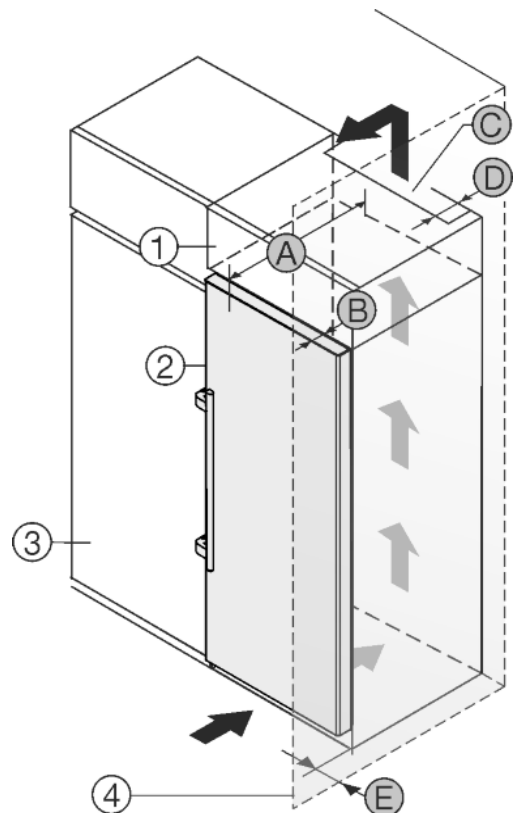

Fig. 23
Устройство может быть окружено кухонными шкафами. Чтобы уравнять устройство *Fig. 23 (2)* по высоте с кухонной стенкой, можно установить над устройством дополнительный шкафчик *Fig. 23 (1)*.
Установить устройство можно непосредственно рядом с кухонным шкафом *Fig. 23 (3)*. Чтобы можно было полностью открыть двери, устройство должно выступать на глубину *Fig. 23 (B)* относительно передней стенки кухонного шкафа. В зависимости от глубины кухонных шкафов и использования пристенных распорок устройство может выступать и больше.
- На задней стенке дополнительного шкафчика должен быть вентиляционный канал с глубиной *Fig. 23 (D)* по всей ширине этого шкафа.
- Нужно соблюдать вентиляционное отверстие *Fig. 23 (C)* под нижней панелью.
Если устройство установлено на шарнирах у стены *Fig. 23 (4)*, то нужно соблюдать расстояние *Fig. 23 (E)* между устройством и стеной. Настолько выступает ручка при открытой двери.